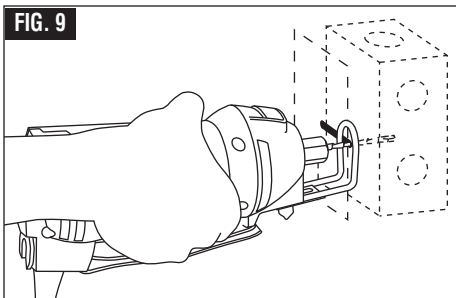

FIG. 9
**Paso 2:** Deslice el interruptor para encender la herramienta. Mientras sujeta firmemente con las dos manos la rebajadora para panel de yeso, haga que la broca penetre a través de la marca que usted hizo. Luego, guíe la broca hacia la derecha hasta que note y escuche que la broca toca el borde interno de la caja (Fig. 9).